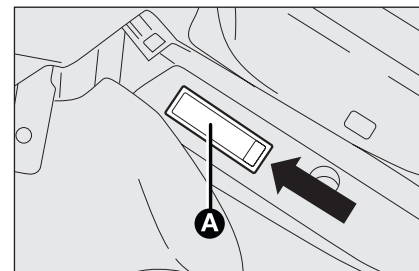

fig. 35
- ☐ com a chave de parafusos fornecida, retirar a luz **A-fig. 35** actuando no ponto indicado;